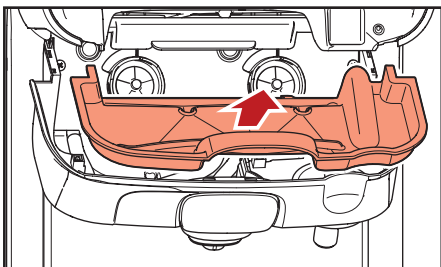

Fig. 5.11- Fjern indvendig drypbakke
- c. Fjern den indvendige drypbakke og rengør den om nødvendigt (fig. 5.11).